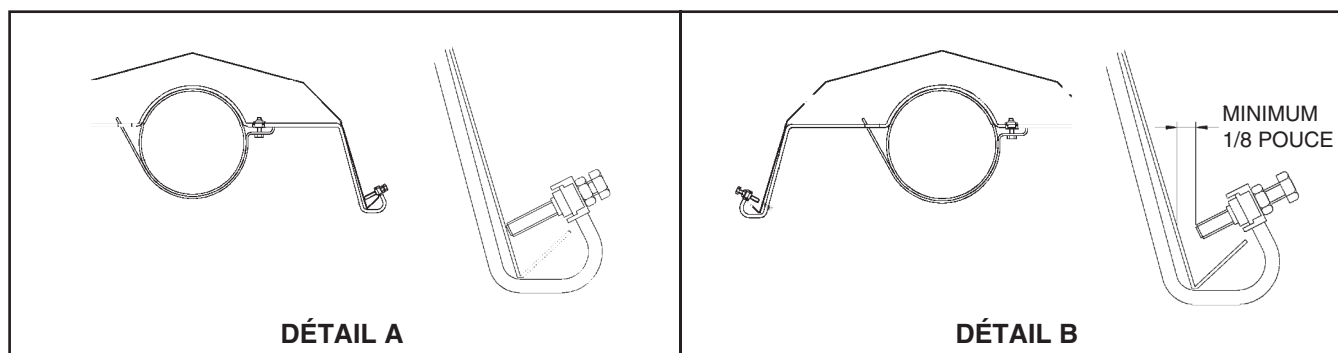

Figure 14. Chevauchement coulissant et non coulissant des ferrure de réflecteur
- b. Fixez les réflecteurs en serrant les vis (chevauchement antidérapant) sur les ferrures de réflecteurs installés à l'étape 5c, comme illustré à la **Figure 14**, DÉTAIL A.
- c. Pour chaque autre ferrure de réflecteur, créez un chevauchement de glissement en ne serrant pas les vis du ferrure de réflecteur (voir **Figure 14**) pour permettre au réflecteur de flotter pour le réglage.